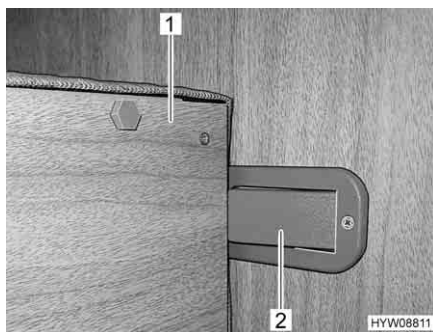

Fig. 27 Fusibile davanti
- Sollevare il letto (Fig. 27,1).
- Assicurare il letto alla parete del mobile con il chiavistello (Fig. 27,2).
- Premere il chiavistello (Fig. 27,2).